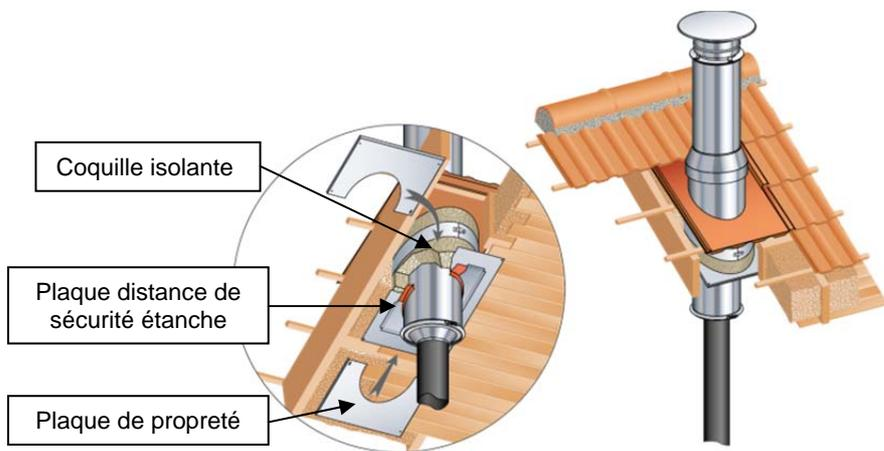

Figure 3– Exemple de solution avec isolation en rampante toiture (Gamme INOX-GALVA)
4.4 Solution avec isolation en rampante de toiture (Figure 3)